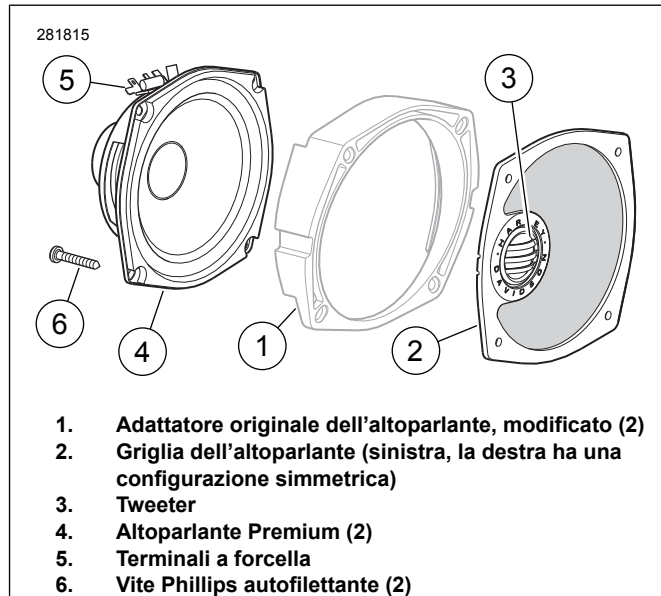

Figura 1. Componenti del kit di altoparlanti anteriori dell'impianto Boom Audio! per i modelli Electra Glide e Trike
2. Vedere Figura 1. Collocare la **nuova** griglia corretta dell'altoparlante (2) sulla superficie dell'adattatore (1) come mostrato, con il bordo spesso dell'adattatore **in alto** e il tweeter (3) verso l'esterno del veicolo. Passare i fili del tweeter tra la griglia e l'adattatore sul lato esterno. Posizionare un **nuovo** altoparlante (4) contro la superficie posteriore dell'adattatore come mostrato, con i terminali a forcella (5) rivolti **in alto**.
4. Allineare i fori di montaggio nell'altoparlante, nell'adattatore e nella griglia. Usare le due viti TORX® più lunghe rimosse in precedenza per fissare tutti e tre i componenti alla carenatura interna attraverso i due fori superiori. Vedere Figura 1. Inserire una **nuova** vite Phillips (6) presa dal kit nel foro inferiore esterno, imprigionando sotto la sua testa l'attacco di sostegno della carenatura. Il foro inferiore interno non viene utilizzato.